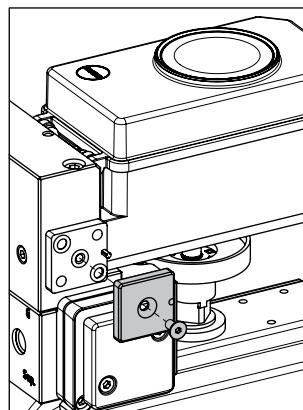

Bild 15: Montage der Wendeplatte
9. Bei Funktion doppeltwirkend Wendeplatte mit der Beschriftung **Doppel**, bei Funktion Teilhubtest Wendeplatte mit der Beschriftung **PST** montieren (vgl. Bild 15).